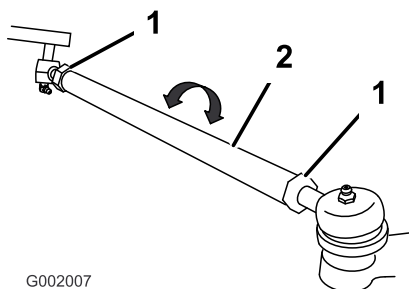

Figura 59
5. Si la distancia no está en el intervalo especificado, afloje las contratuercas en ambos extremos de las bielas (Figura 59).